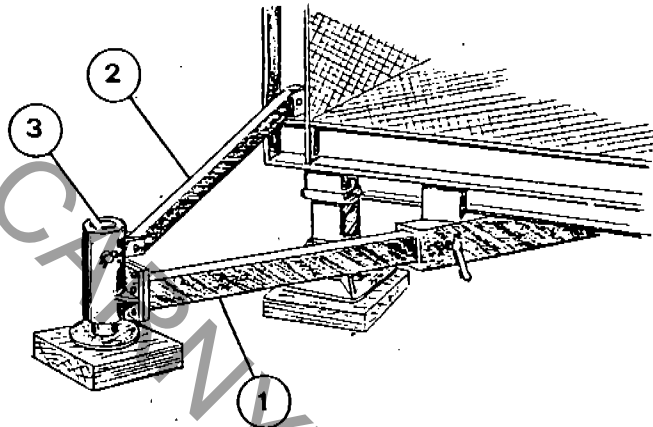

Fig. 1
- After providing a suitable supporting surface, extend the four legs (1-Fig. 1), install crosspiece (2-Fig. 1), set the pads onto ground and load them by means of screw (3-Fig. 1) so as to distribute the load between power-lifts and pads.
- Estrarre le quattro gambe (1-Fig. 1) avendo prima provveduto ad un appoggio adeguato, montare la diagonale (2-Fig. 1) e portare i piedini a terra, caricandoli per mezzo della vite (3-Fig. 1) in modo da ripartire il carico tra sollevatori e piedini.